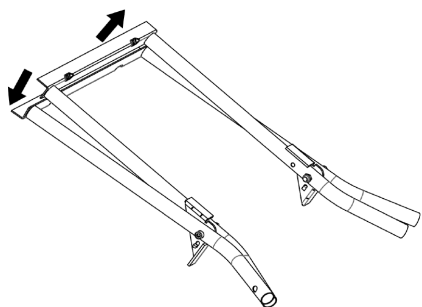

Рис. 4
1. Разложите узел подставки (рис. 4)